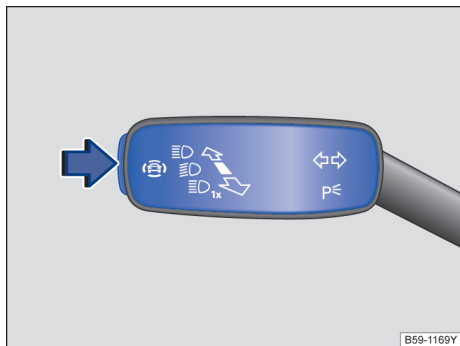
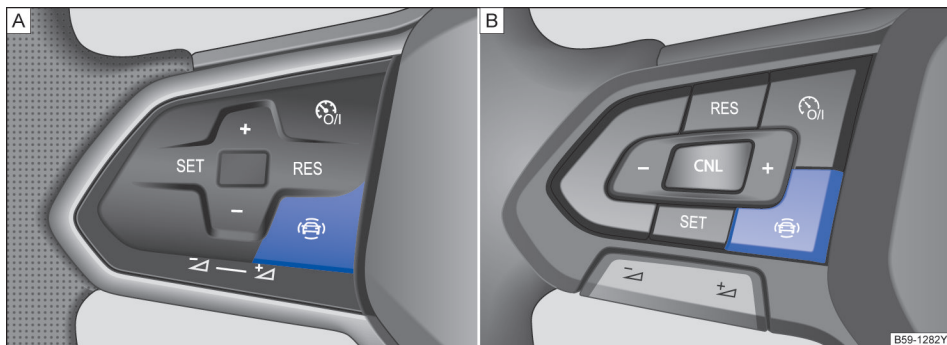

图 21 转向信号灯/远光操纵杆：驾驶辅助系统操作按钮
图 22 多功能方向盘上：驾驶辅助系统操作按钮
- 按图示箭头方向→ 图 21 按压按钮或按压按钮→ 图 22 打开**驾驶辅助系统**菜单。